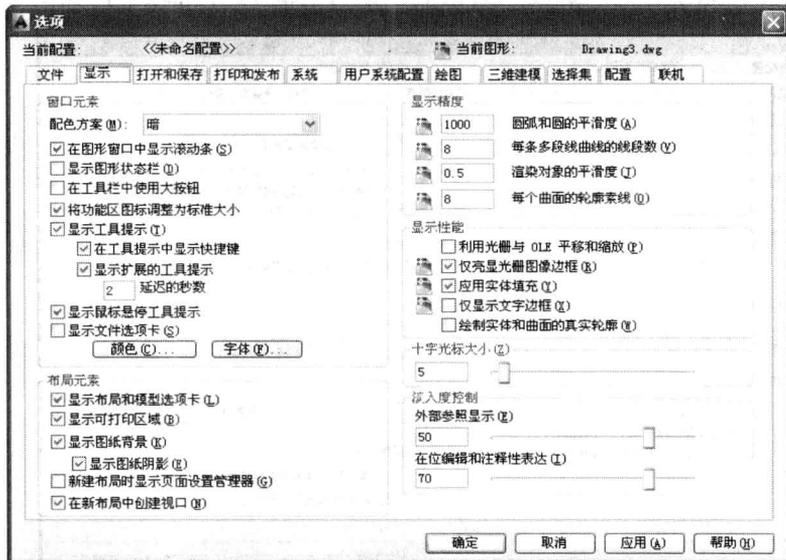

图 1-5 “选项”对话框中的“显示”选项卡
光标的长度系统预设为屏幕大小的 5%，可以根据绘图的实际需要更改大小。改变光标大小的方法为：在绘图窗口中选择工具菜单中的选项命令。屏幕上将打开“选项”对话框，打开“显示”选项卡，在“十字光标的大小”区域中的编辑框中直接输入数值，或者拖动编辑框右边的滑块，即可以对十字光标的大小进行调整，如图 1-5 所示。
(1) 在图 1-5 所示的选项卡中单击“颜色”按钮，将打开如图 1-6 所示的“图形窗口颜色”对话框。
(2) 单击“颜色”字样下方的下拉箭头，在打开的下拉列表中，选择需要的窗口颜色，然后单击“应用并关闭”按钮，此时 AutoCAD 2014 的绘图窗口变成了窗口背景色，通常按视觉习惯选择白色为窗口颜色。